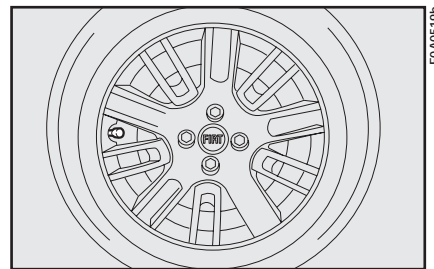

рис. 12
**20)** Если данная модификация оснащается большими колесными колпаками, то их следует устанавливать так, чтобы символ  находился напротив золотника (рис. 12). Затяните четыре болта, как указано в пункте 19).